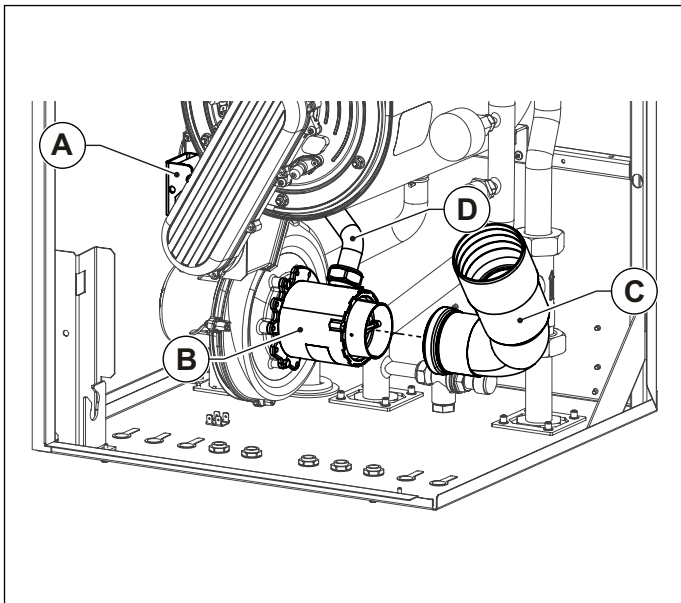

Рис. 37 Забірна труба
- Знов підключіть впускну трубу **C** до змішувача (лише KR 85) (дивись Рис. 37 Забірна труба).
- Від'єднайте газову трубу **B** від змішувача **B** (див. Рис. 37 Забірна труба).
- Підключіть **D** газову трубу до змішувача (див. Рис. 37 Забірна труба).